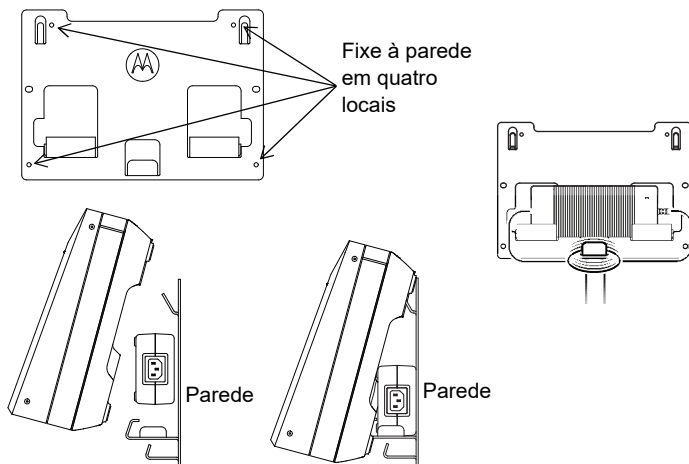

Figura 10: Instalação do Carregador para Várias Unidades no suporte de parede
4. Pendure o Carregador para Várias Unidades no suporte de parede como indicado na Figura 10.